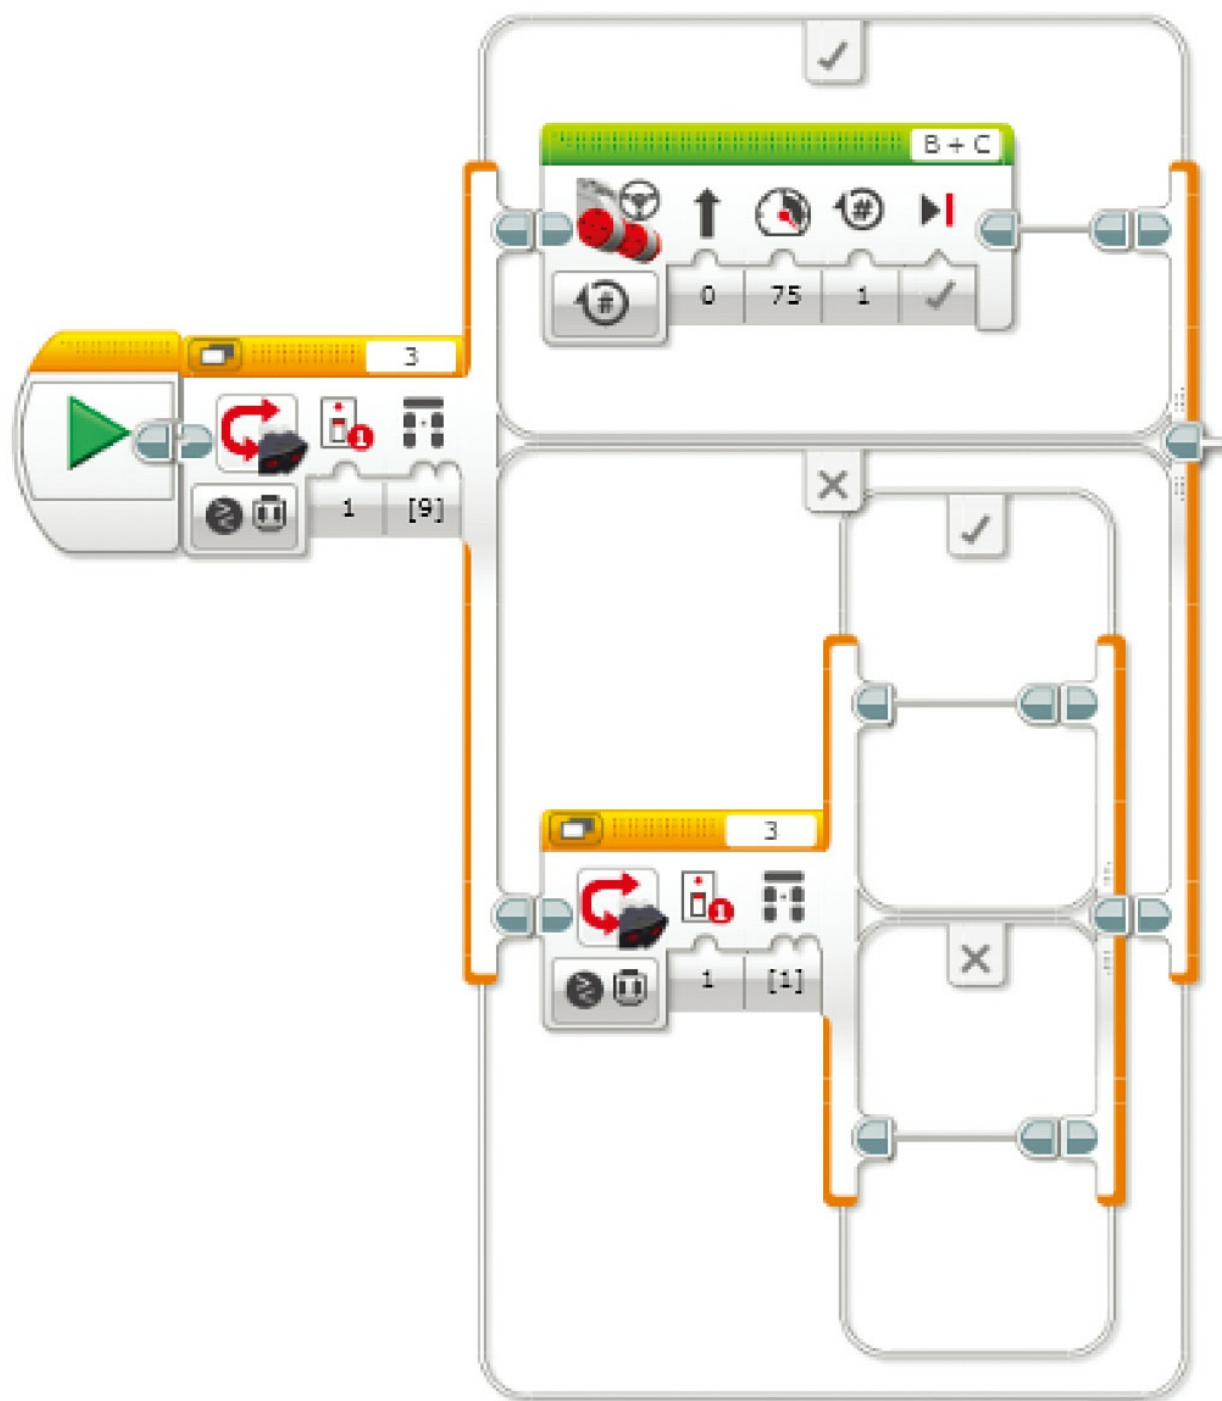

图9.23 这个切换模块被设置成可以响应遥控器左键进行动作
1. 拖曳一个新的切换模块到先前的切换模块的“假”框内，如图9.23所示。